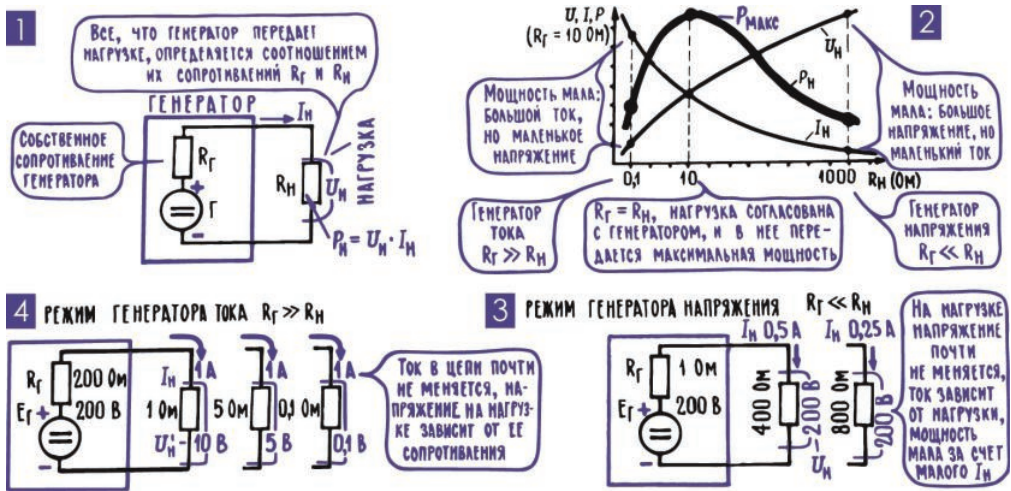

Рис. 12.2. Взаимодействие генератора и нагрузки
мощность  $P_H$ , которую она получит от генератора, зависят не только от его электродвижущей силы  $E_r$ , но еще и от соотношения между  $R_r$  и  $R_H$ . Типичный график рис. 12.2; 2 показывает, как меняются  $I_H$ ,  $U_H$  и  $P_H$  при изменении нагрузки  $R_H$ . Все эти изменения легко объяснимы.
Случай первый: сопротивление генератора  $R_{\text{г}}$  во много раз меньше, чем сопротивление нагрузки  $R_{\text{н}}$ . Такой генератор называют генератором напряжения, отмечая этим, что почти вся ЭДС приложена к нагрузке и что при изменении нагрузки напряжение на ней почти не меняется (рис. 12.2; 3). Для иллюстрации – числовой пример.
Во втором типичном случае сопротивление генератора  $R_{\text{г}}$  во много раз больше, чем сопротивление нагрузки  $R_{\text{н}}$ . Это режим генератора тока, он назван так потому, что ток в цепи почти не меняется при изменении нагрузки (рис. 12.2; 4).
оптимального (наилучшего) согласования, оптимальной нагрузки. Его главная примета – сопротивление нагрузки  $R_n$  равно сопротивлению генератора  $R_r$ . В этом случае генератор отдает в нагрузку наибольшую мощность, какую вообще может ей отдать (рис. 12.2; 2). Но чаще согласование осуществляют, исходя из допустимых параметров токов и напряжений.
**Примечание редактора.** Из графика на рис. 12.2; 2 можно сделать ошибочный вывод, что оптимальный режим передачи мощности от источника к нагрузке при равенстве их сопротивлений всегда лучше любого другого. В действительности это верно лишь для определенных случаев схем с высоким выходным сопротивлением (см. далее этот раздел и разделы 7, 8), а также для схем, работающих на радиочастотах (по причинам, не имеющим отношения к данному случаю). Не зря автор делает оговорки, что режим *«иногда используется»*, что *«чаще согласование осуществляют, исходя из допустимых параметров токов и напряжений»*. Для оптимальной передачи мощности куда выгоднее максимально снижать сопротивление источника (генератора), то есть подгонять схему как можно ближе к режиму источника напряжения («генератора напряжения»), так как в источнике напряжения  $R_r = 0$  и на нем ничего не теряется вовсе, вся мощность выделяется в нагрузку. Именно так поступают и в случае источников питания (см. последний абзац предыдущего раздела) и в случае усилителей мощности НЧ, обычно снабженных выходным эмиттерным повторителем (см. раздел 12 и далее в этой главе).